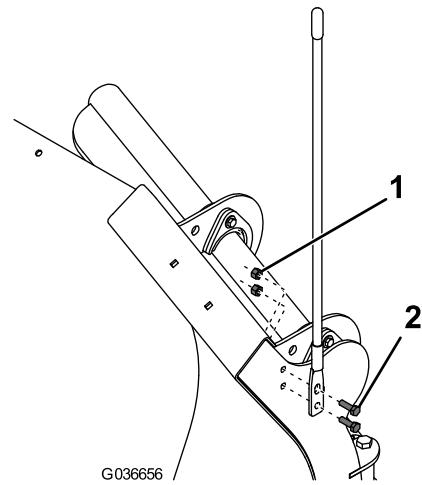

Bild 13
1. Befestigen Sie die Schneeschildführungen mit vier Schrauben ($\frac{5}{16}$ ") und vier selbstverriegelnden Muttern an den Schneeschildseiten (Bild 13).